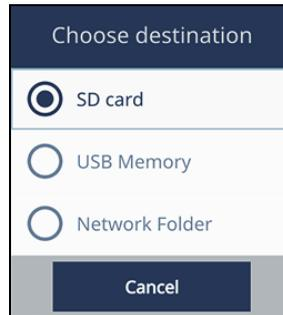

图 2-38 选择目标位置对话框
2. 点击**Destination**（目标位置）列表按钮（☰），打开**Choose Destination**（选择目标位置）对话框（参见第53页的图 2-38）。